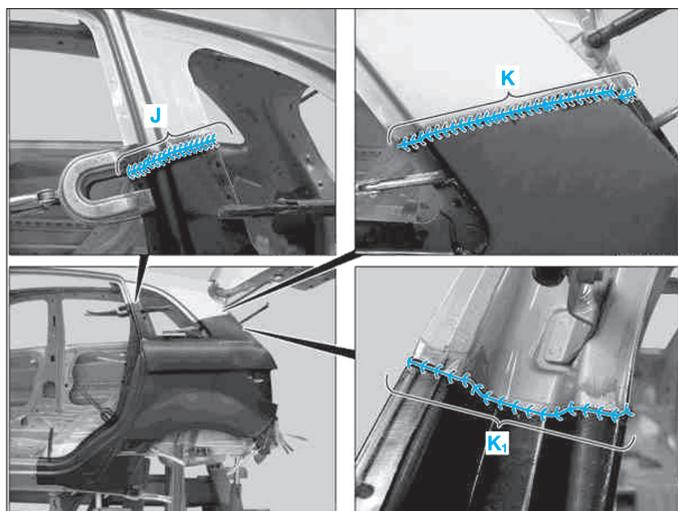

FIG. 106
- Souder l'aile arrière, zone (I).
- Souder l'aile arrière, zones (J), (K) et (K₁) (Fig.106).